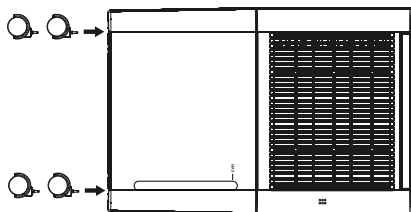

Fig. 1
- ◆ Poussez les roulettes ⑥ dans les quatre trous situés sous l'appareil jusqu'à ce qu'elles s'enclenchent complètement (voir fig. 1).